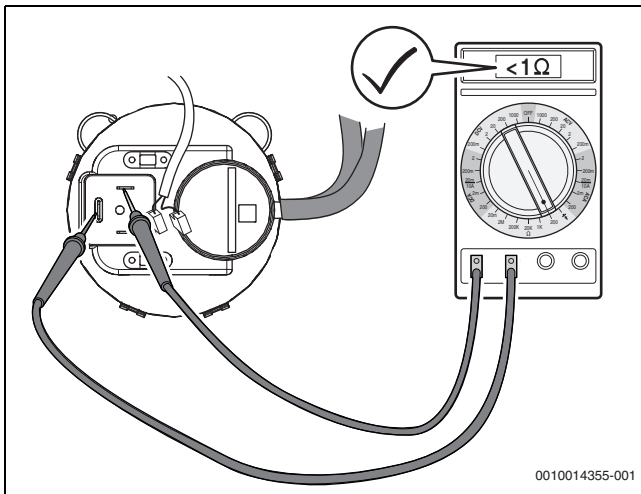

Рис. 74 Проверка проводимости дифференциального реле давления (реле в порядке)
- ▶ Отсоедините электрические провода на дифференциальном реле давления и измерьте сопротивление на контактах (→ Рис. 74).